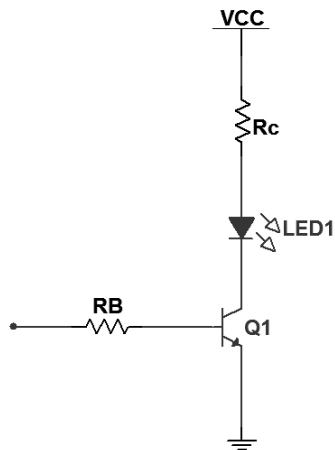
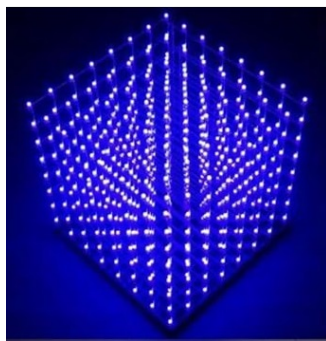

Figura 79: Driver de LED
Figura 80: Cubo de LEDs
A Figura 79 apresenta um circuito *driver* de LED. Este circuito aciona um LED quando recebe uma tensão positiva na entrada (terminal do resistor  $R_B$ ). Um exemplo de aplicação prática deste circuito é o cubo de LEDs (ver Figura 80), onde apenas um LED acende de cada vez ... isto é, para formar uma imagem no cubo, todos os LEDs, que formam a imagem, acendem ... não todos ao mesmo tempo, mas um de cada vez com uma frequência superior a 30Hz, por exemplo!
É importante ressaltar que o cubo de LEDs é composto de vários circuitos como o apresentado na Figura 79 e outros componentes!
- Monte o circuito apresentado na Figura 79.